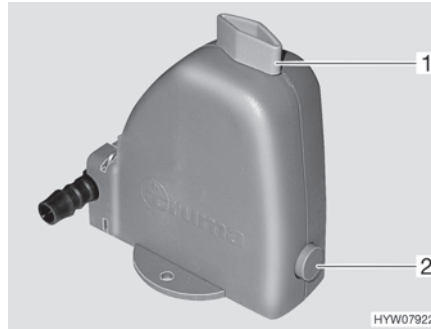

Bild 79 Säkerhets-/avtappningsventil
Värmesystemet är utrustat med en säkerhets-/avtappningsventil (Bild 79). Säkerhets-/avtappningsventilen gör så att vattnet i varmvattenberedningen inte fryser till is när det är frost och värmesystemet inte är påslagen.
- Stäng säkerhets-/avtappningsventilen. Ställ vredet (Bild 79,1) diagonalt mot säkerhets-/avtappningsventilen och tryck in tryckknappen (Bild 79,2).
- Öppna säkerhets-/avtappningsventil. Vrid då vredet (Bild 79,1) mot säkerhets-/avtappningsventilen. Tryckknappen (Bild 79,2) skjuts ut. Nu töms varmvattentanken via säkerhets-/avtappningsventilen utomhus.